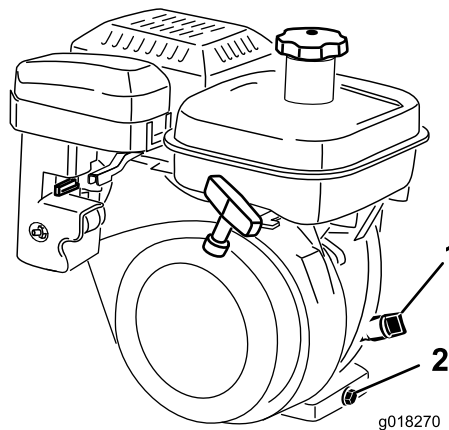

Рисунок 30
2. Установите газонокосилку так, чтобы двигатель располагался горизонтально, и очистите зону вокруг масломерного щупа (Рисунок 30).
3. Извлеките масломерный щуп, вывернув его против часовой стрелки (Рисунок 30).
отверстие. Затем выньте щуп и проверьте уровень масла. Если уровень низкий, добавьте ровно столько масла, чтобы поднять уровень до области между метками “H” и “L” на щупе (Рисунок 30). Снова проверьте уровень масла. Не допускайте переполнения.
2. Поместите сливной поддон под пробку сливного отверстия в задней части машины (Рисунок 30). Ослабьте пробку сливного отверстия.